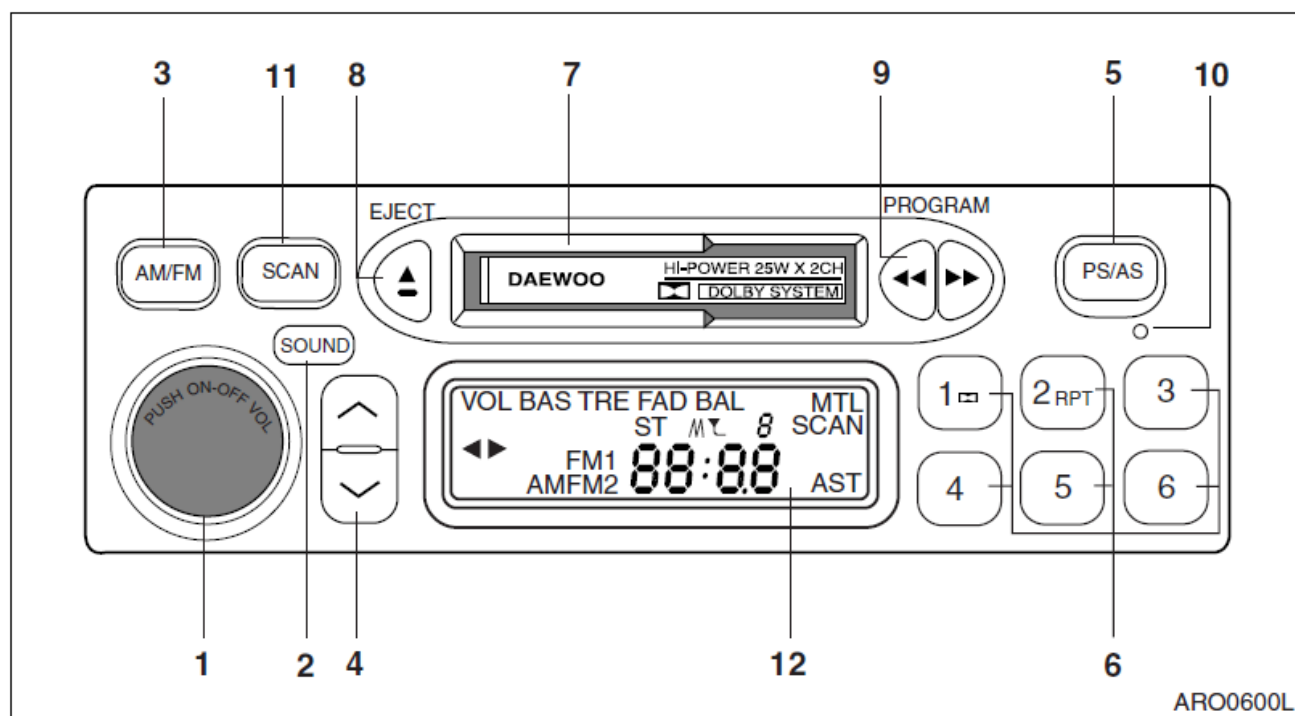

Рис. 87
1. Повернуть ключ стартера во включенное положение (ON).
2. Нажать кнопку вкл./выкл. питания (1, рис. 87).
4. Задать код зоны (использовать кнопку предустановки станций 6, рис. 87).
6. Задать код безопасности "1156" (использовать кнопку предустановки станций 6, рис. 87).
Для быстрого поиска следующей принимаемой станции на более низкой частоте нажать вниз кнопку (4) (9, рис. 87) более 0,5 секунды. Для быстрого поиска следующей принимаемой станции на более высокой частоте нажать вверх кнопку (4) (9, рис. 87) более 0,5 секунды.
Для увеличения или уменьшения частоты нажать кнопку (4) вверх или вниз (9, рис.87) менее чем на 0,5 секунды. Частота в диапазоне AM меняется с шагом 9 кГц, частота в диапазоне длинных волн (LW) меняется с шагом 1 кГц, а в диапазоне FM - 50 кГц.
Для быстрой перемотки пленки вперед нажать кнопку быстрой перемотки вперед (9, рис.87). На ЖКД начнет мигать индикатор направления движения пленки. Когда пленка перемотается до конца, она автоматически изменит направление движения, и начнется воспроизведение записи на другой стороне. Чтобы остановить быструю перемотку, нажать кнопку обратной перемотки (9, рис.87).
Для обратной перемотки пленки нажать кнопку обратной перемотки (9, рис.87). На ЖКД начнет мигать индикатор направления движения пленки. Когда пленка полностью перемотается назад, начнется воспроизведение записи на той же стороне. Чтобы остановить обратную перемотку, нажать кнопку перемотки вперед (9, рис.87).
Для перехода к воспроизведению второй стороны пленки при воспроизведении первой стороны нажать одновременно кнопки перемотки вперед (9, рис.87) и назад (9, рис.87).